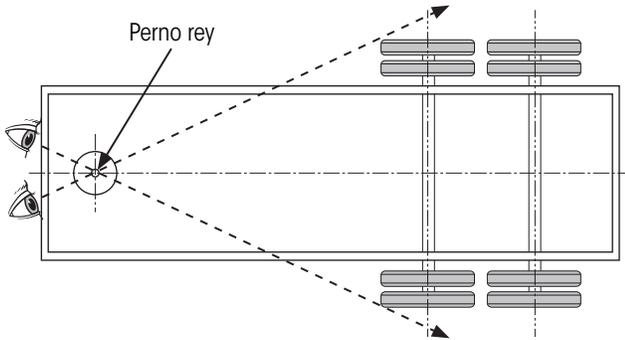

Figura 16: Verificando obstrucciones para la medición
- Desde una posición al frente del remolque (Figura 16), **observe** a lo largo de una línea debajo del remolque desde el perno rey a cada extremo del eje delantero.